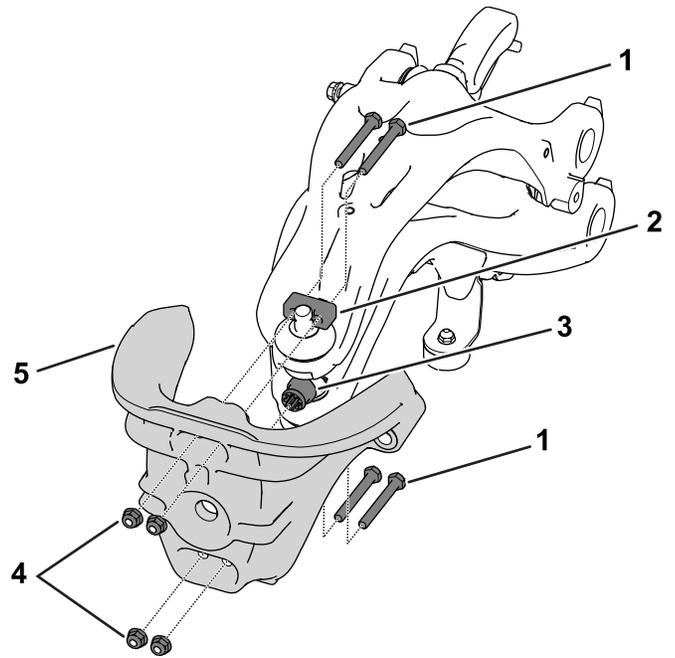

図 3
3. ステアリングヘッドをサスペンションにを固定している六角ヘッドボルト 5/16 x 2½ インチとナット 5/16 インチを外す 図 3。
4. ステアリングヘッドからスプライン付きプラスチック製ハトメを取り外す 図 3。
6. ステップ 3 で外したボルト類を使ってステアリングヘッドをサスペンションに取り付ける 図 3。